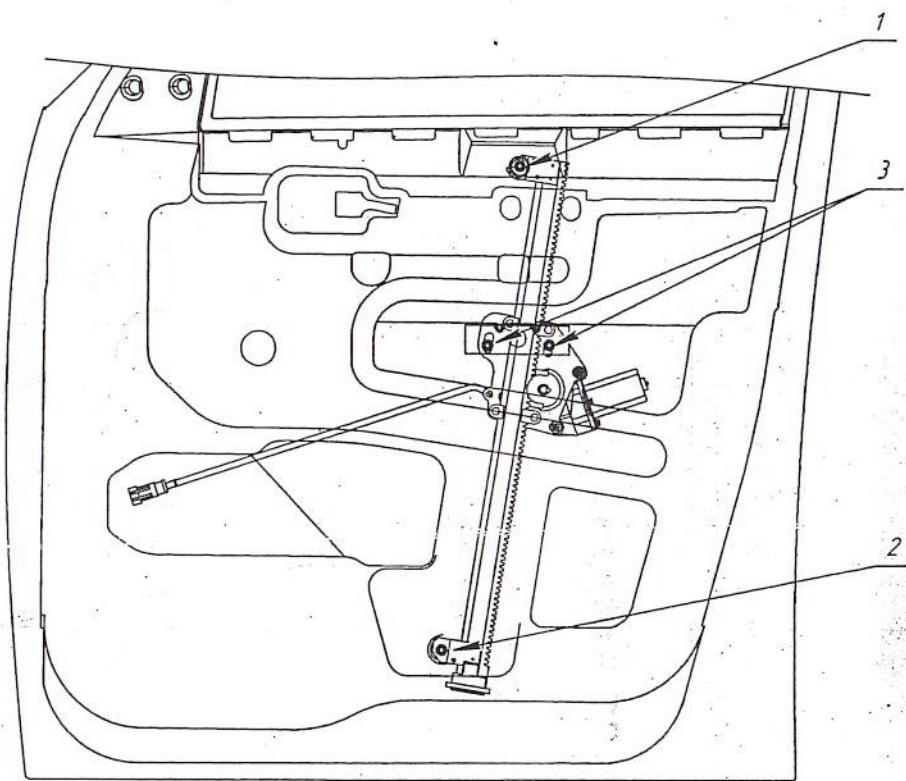

Рис.1
- 6.8 Установить ЭСП в дверь на штатные отверстия в соответствии с рис. 1. Закрепить гайками M6 со стопорными шайбами. Соединить колодки мотор-редуктора ЭСП с колодкой проводки двери.